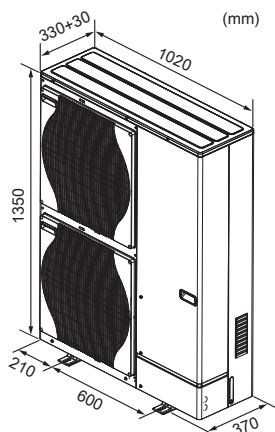

Fig. 2-2
2.2. Utvendige dimensjoner (utendørsenhet) (Fig. 2-2)